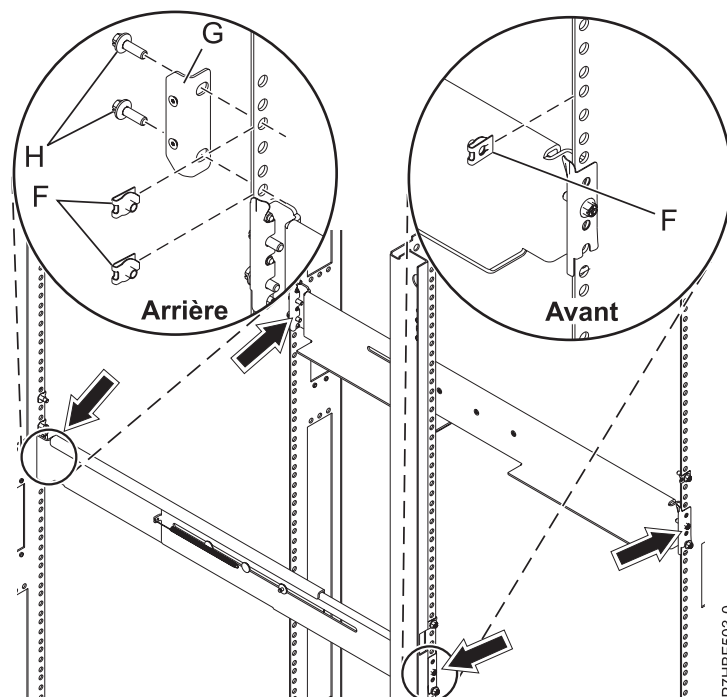

Figure 65. Installation du support de fixation
10. A l'aide d'une vis M5 (E), en-dessous de l'ergot de la glissière supérieure (D), fixez la glissière de droite à l'avant de l'armoire.
11. Repérez les marques précédemment effectuées sur les bandes EIA (Electronic Industries Alliance) avant de l'armoire. Chaque côté comporte une marque. Insérez un écrou clip (F) à la marque du côté droit de l'armoire (voir figure 65, à la page 67).
12. Insérez un écrou clip (F) à la marque du côté gauche de l'armoire (voir figure 65, à la page 67).
13. Sur l'arrière de l'armoire, repérez les marques faites précédemment sur les bandes EIA (Electronic Industries Alliance) arrière. Chaque côté comporte deux marques. Insérez un écrou clip (F) à chaque marque du côté droit de l'armoire (voir figure 65, à la page 67).
14. A l'aide de deux vis M5 (H), fixez le support (G) sur le côté droit de l'armoire.
15. Insérez un écrou clip (F) à chaque marque du côté gauche de l'armoire (voir figure 65).
16. A l'aide de deux vis M5 (H), fixez le support (G) sur le côté gauche de l'armoire.